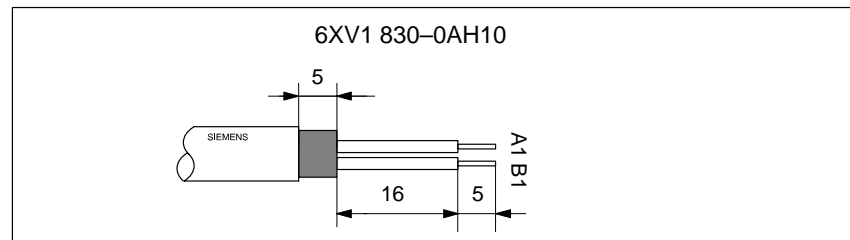

Bild 3-14 Länge der Abisolierungen für Busanschlußstecker (6ES7 972-0B.40 ...)
1. Isolieren Sie das Buskabel gemäß Bild 3-14 ab.